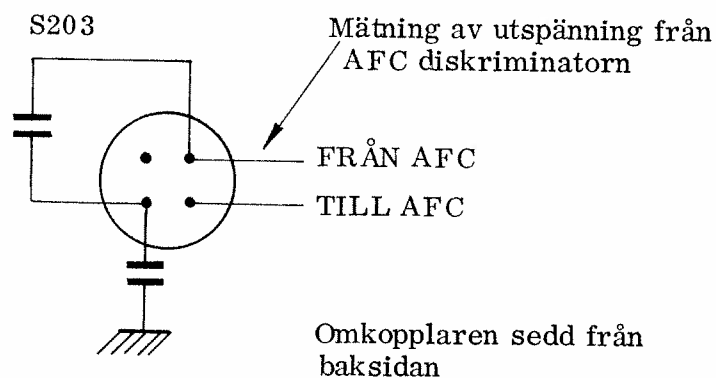

Bild 6
- Anslut en URI-meter (likspänningsmätning) till omkopplaren S203 stift enligt bild 6. Justera med spolen L2 så att URI-metern visar 0 V. Öka känsligheten på URI-metern för att få exakt noll.